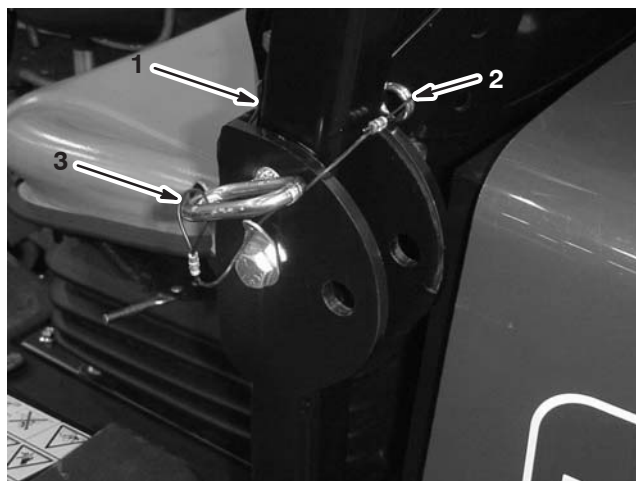

Figure 30
1. Pour abaisser l'arceau de sécurité, retirez les goupilles fendues puis les deux axes (Fig. 30).
3. Posez les deux axes et fixez-les avec les goupilles fendues (Fig. 30).
4. Pour relever l'arceau de sécurité, retirez les goupilles fendues puis les deux axes (Fig. 30).
5. Relevez complètement l'arceau de sécurité puis insérez les deux axes et fixez ces derniers avec les goupilles fendues (Fig. 30).